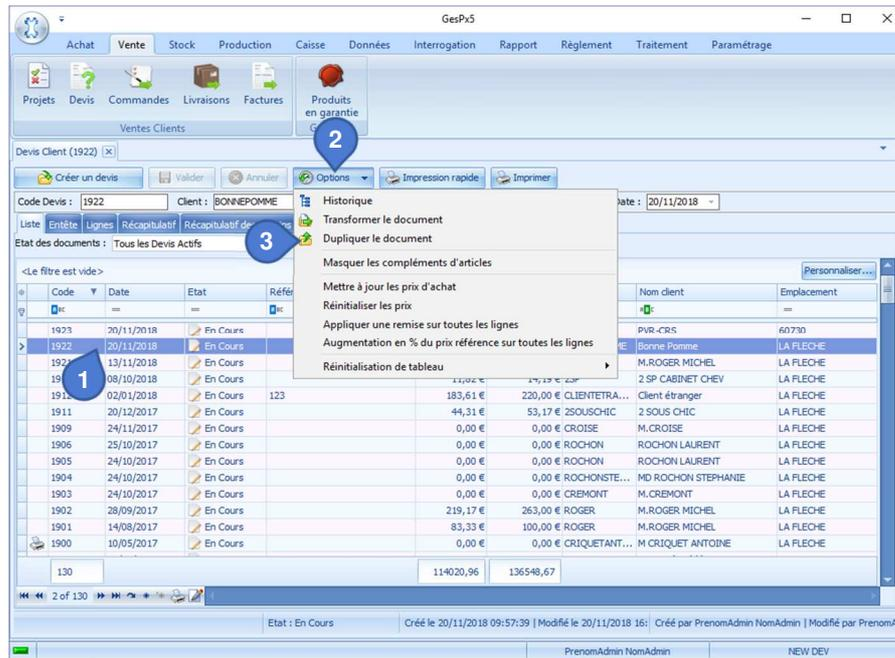
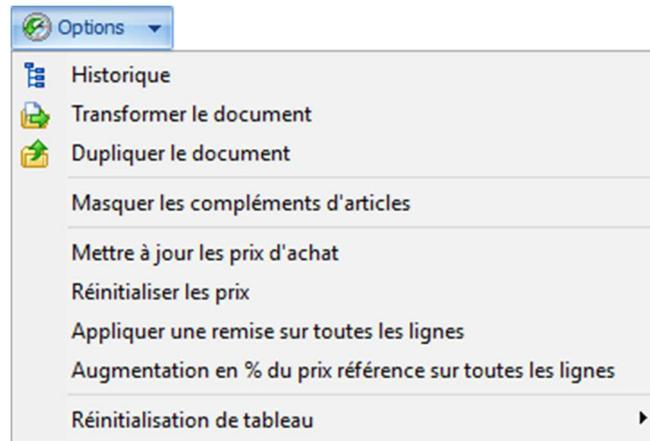

Figure 30 - Création de devis par duplication
Figure 32 - Bouton Options des devis
Pour transformer un devis en commande, bon de livraison et facture. Sélectionnez le devis d'origine dans la liste des devis (①, Figure 30). Cliquez sur bouton « Option » (Figure 32). Cliquez sur transformer le document.